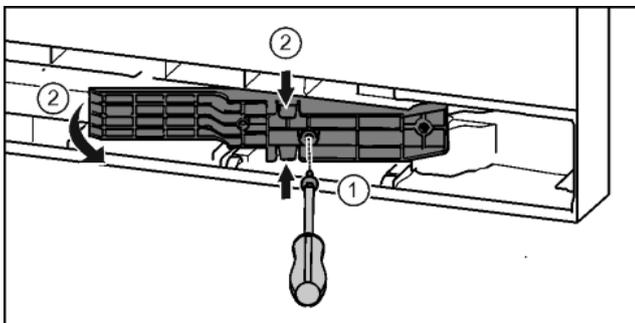

Fig. 22\*
- ▶ Schrauben mit Schraubendreher T15 lösen.\* Fig. 22 (1)
- ▶ Adapterstück herausziehen.\* Fig. 22 (2)